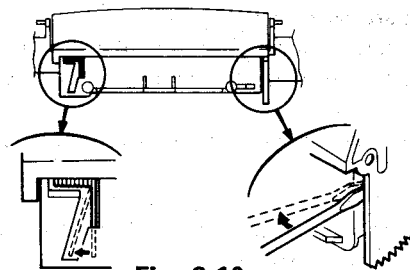

Fig. 2-10
■ **CD door assembly** (Fig. 2-10)